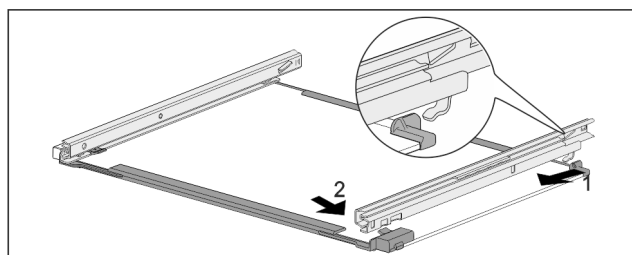

Fig. 158 带轨道的玻璃隔板
- ▶ 轨道后部钩入。Fig. 158 (1)
- ▶ 轨道前部卡紧。Fig. 158 (2)